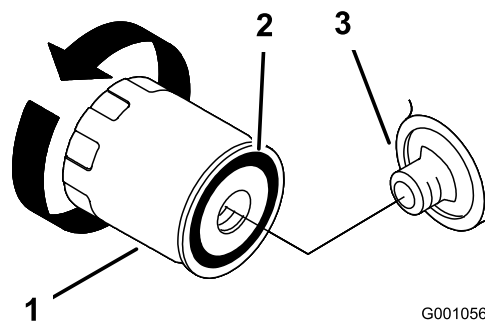

Figure 19
2. Déposez le filtre à huile usagé et essuyez la surface du joint de l'adaptateur (Figure 19).
3. Appliquez une fine couche d'huile neuve sur le joint en caoutchouc du filtre de rechange (Figure 19).
4. Posez le filtre à huile de rechange sur l'adaptateur, tournez le filtre dans le sens horaire jusqu'à ce que le joint en caoutchouc touche l'adaptateur, puis serrez le filtre de  $\frac{2}{3}$  de tour à 1 tour supplémentaire (Figure 19).